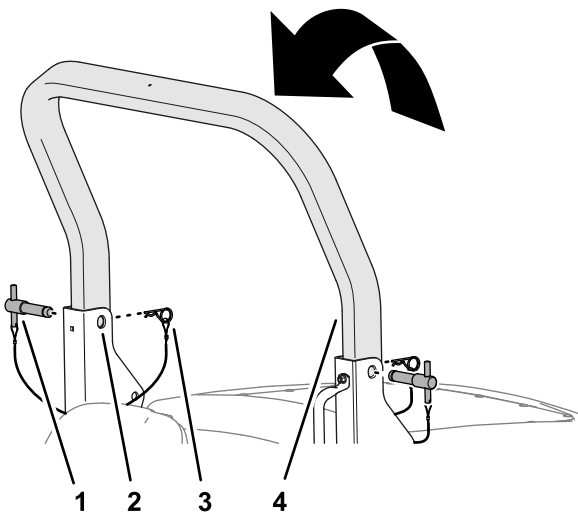

Figura 29
- Eleve a barra de segurança superior até que os furos na barra de segurança fiquem alinhados com os suportes da articulação (Figura 29).
- Insira os pinos da barra de segurança através dos furos superiores dos suportes da articulação e da barra de segurança superior (Figura 29).
- Prenda os pinos da barra de segurança aos suportes da articulação com os pernos de gancho (Figura 29).